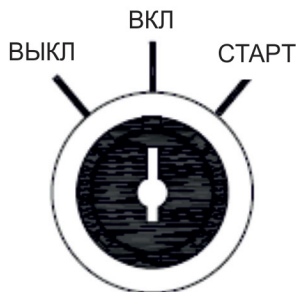

Рис. 14
3. Ключ зажигания поверните в положение «ВКЛ» (рис. 14)
Поверните ключ зажигания в положении «СТАРТ» (рис. 14) и удерживайте в этом положении до пуска электростанции, но не более 5 секунд. После запуска электростанции нужно отпустить ключ зажигания. Он автоматически вернется в положение «Вкл»